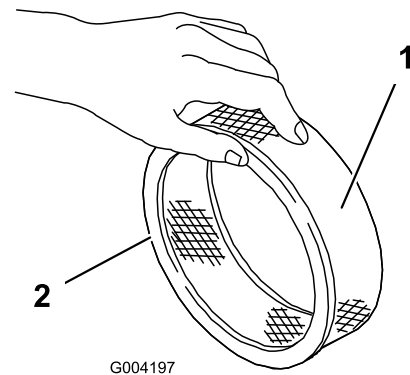

Bild 15
5. Untersuchen Sie den Papierfilter auf Risse, einen öligen Film und Schäden an der Gummidichtung (Bild 15).
1. Schieben Sie den Schaumvorfilter vorsichtig auf den Papierfilter (Bild 15).